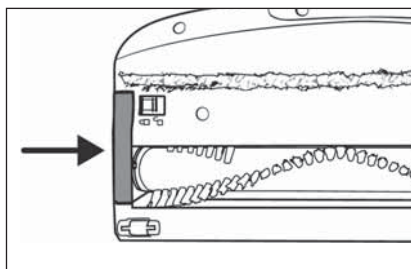

Fig. 32
- 6) Remplacez le support de rouleau de brosse **20** dans la brosse de sol **22**. Poussez-le vers le bas jusqu'à ce qu'il s'enclenche dans la brosse de sol **22** avec un clic (voir fig. 32).